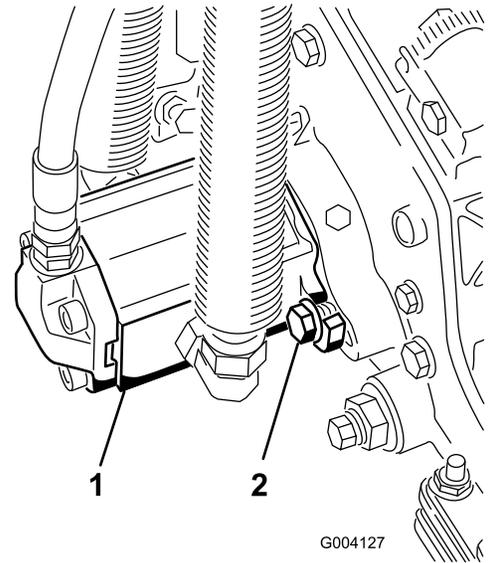

図 14
16. モータを手を持ち、右回りにひねってモータのフランジをボルトから逃がしながら、キャップスクリュにモータをセットする(図 14)。